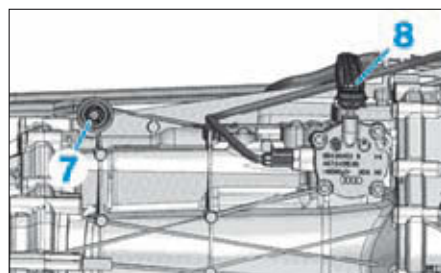

FIG. 7
- Déposer la vis (7) de la tringle de poussée et la vis (8) de la tringle de commande (Fig.7).